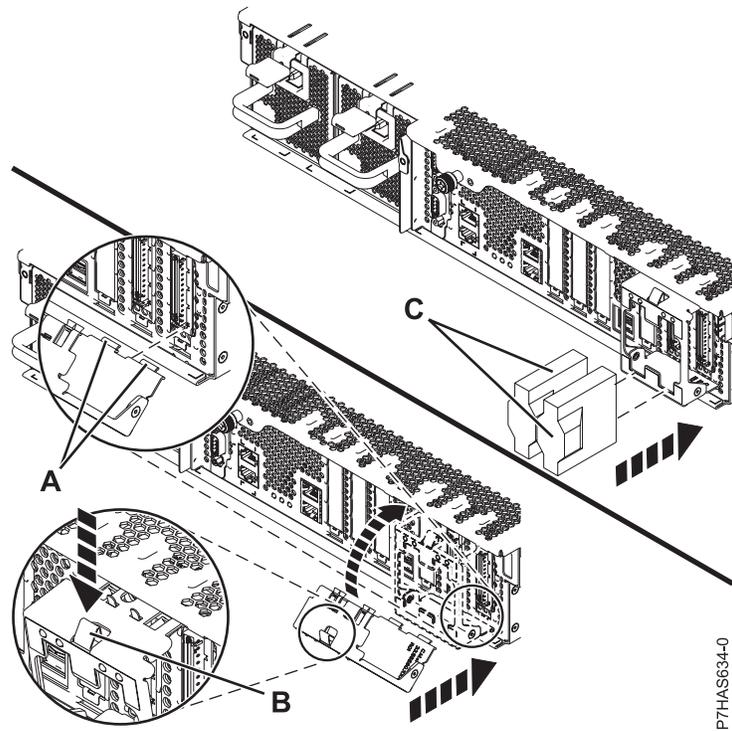

Abbildung 10. Kabelhalterung installieren
8. Wenn die Kabelhalterung (siehe Abb. 10 auf Seite 13) bereitgestellt wird, führen Sie die folgenden Schritte aus:
- a. Drehen Sie die Kabelhalterung (A) (siehe Abb. 10 auf Seite 13), um die untere Haltezung der Halterung in den Schlitz in der Baugruppe einzuhaken.
- b. Drehen Sie die Kabelhalterung zum Gehäuse hin und schieben Sie die Halterungsverriegelung (B) in die Gehäuseöffnung, um die Halterung zu befestigen.
9. Schließen Sie an der Rückseite des Systems die Adapterkabel (C) an.